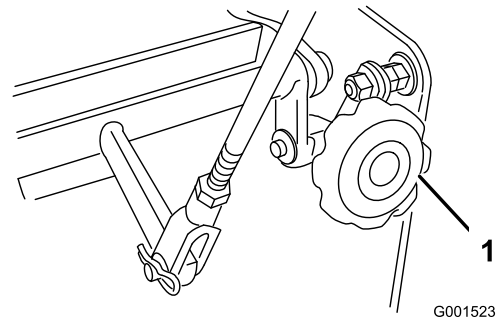

Figure 41
- Si la machine se déporte d'un côté ou de l'autre, tournez le bouton de Quick-Track. Tournez le bouton à droite pour diriger la machine vers la droite et à gauche pour diriger la machine vers la gauche (Figure 41).